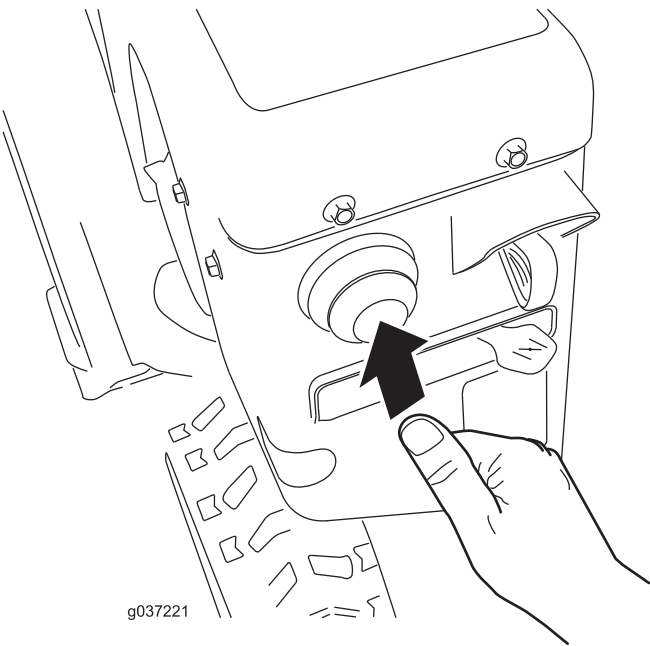

Figure 20
- 4. Appuyez fermement sur l'amorçeur avec le pouce comme indiqué dans le tableau ci-dessous, en marquant une pause d'une seconde chaque fois (Figure 20).